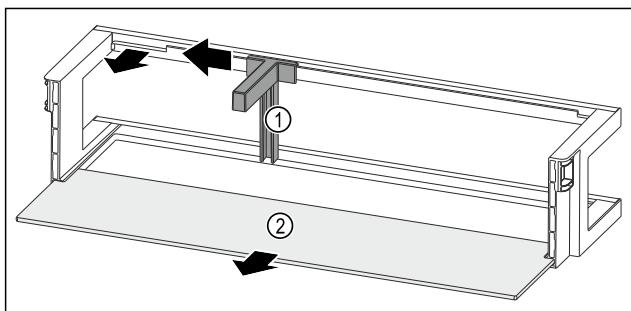

Fig. 61 Balconcino controporta con fermabottiglie e ripiano
- Spingere il fermabottiglie Fig. 61 (1) lateralmente fino all'incavo.
- Rimuovere il fermabottiglie Fig. 61 (1).
- Rimuovere il ripiano Fig. 61 (2).